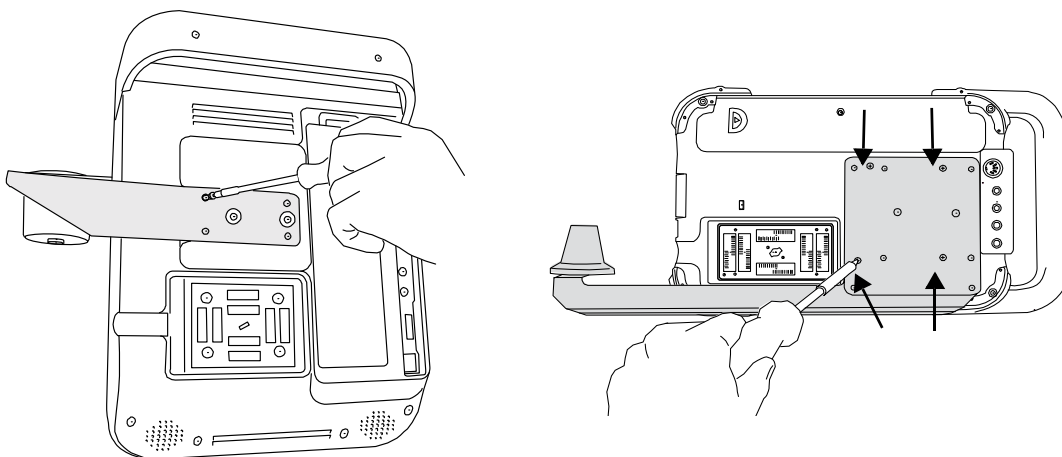

Figura 2 Coloque los tornillos en el soporte del transductor: S Series (a la izquierda) y NanoMaxx (a la derecha)
- 2 Con un destornillador Phillips, apriete los cuatro tornillos. Consulte la Figura 2.
- ❖ Con un destornillador Phillips, afloje los cuatro tornillos de la parte trasera del soporte del transductor. Consulte la Figura 2.